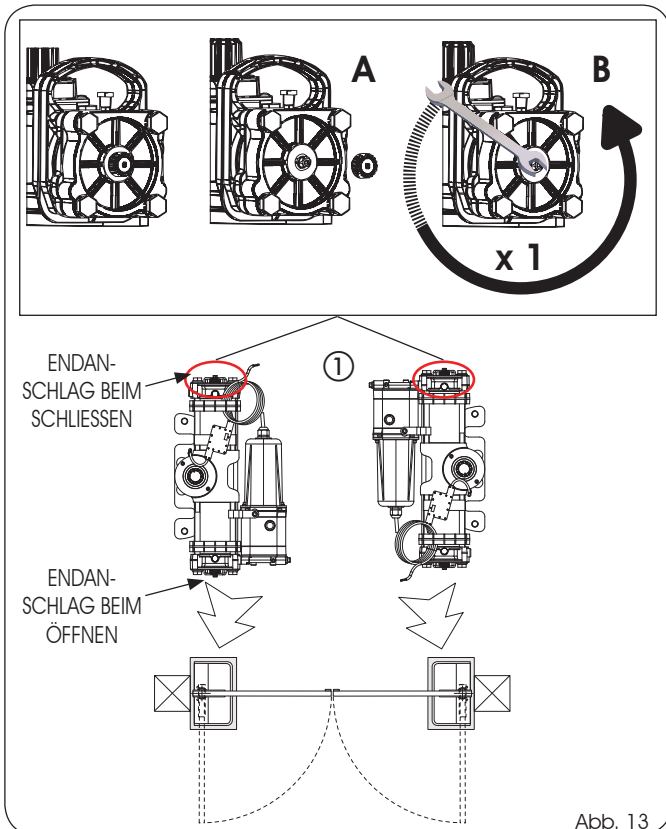

Abb. 13
- 3) Am Antrieb die Verschlusskappe (Abb. 13, A) der Schraube des Endanschlags beim Schließen (Abb. 13, ①) abschrauben und kontrollieren, dass die Schraube vollständig angezogen ist.
- 4) **Die Schraube des Endanschlags beim Schließen (Abb. 13, B) um eine Drehung lockern (wichtig zur richtigen Kupplung Ritzel-Nutbuchse bei der Montage).**